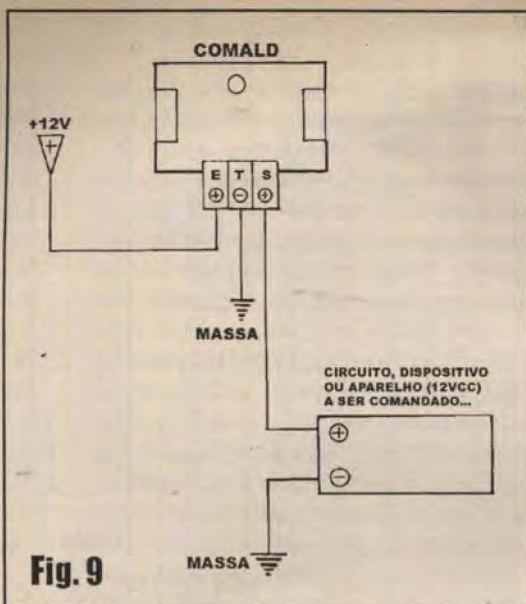

Fig. 9
**- FIG. 9 - A INSTALAÇÃO BÁSICA...** - Sempre lembrando que o COMALD age, eletricamente, como um mero interruptor para cargas que trabalhem sob 12 VCC, corrente de até 1A, as conexões elementares para uma aplicação automotiva são detalhadas na figura... Numa aplicação "não